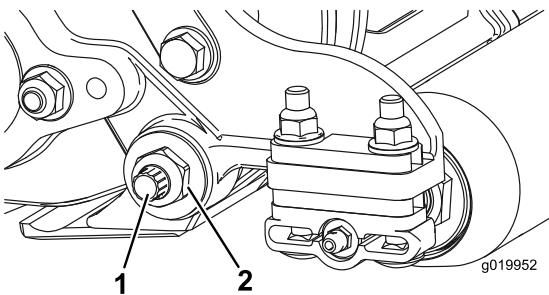
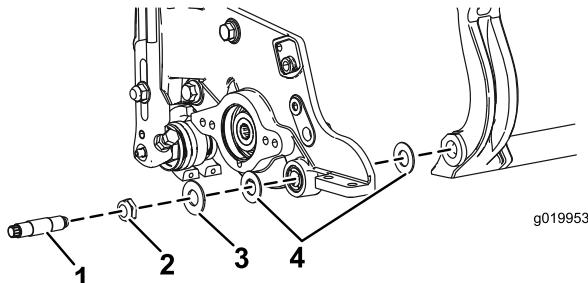
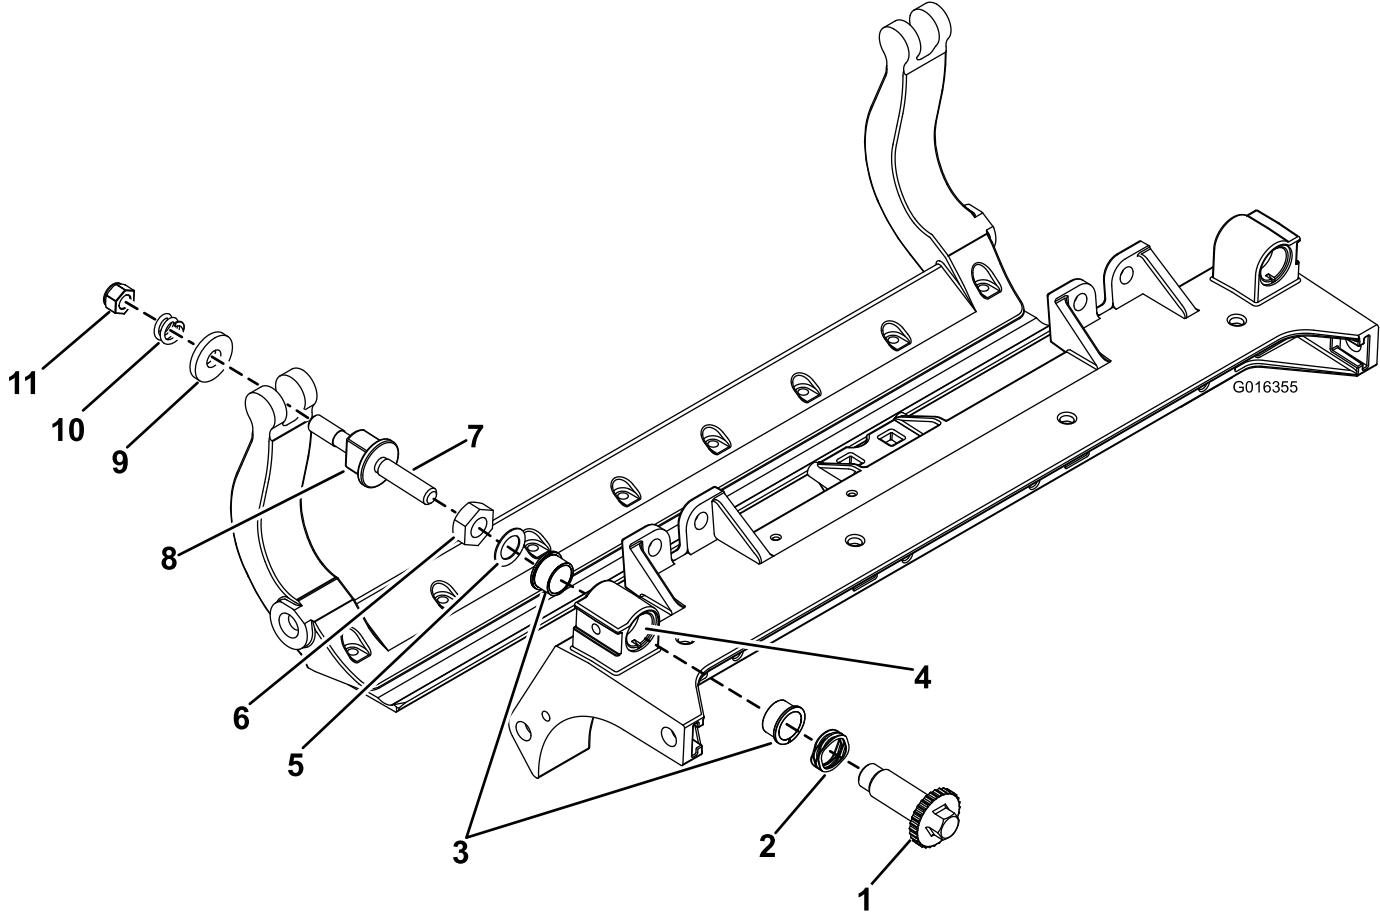

图26
图27
图29
3. 在机器的另一侧，松开固定底刀架螺栓（图26）的锁紧螺母。
4. 拆下两个底刀架螺栓，向下拉动底刀架并从机器螺栓（图26）上拆下来。取下底刀架（图27）各端的 2 个尼龙和 1 个印花钢垫圈。
2. 用底刀架螺栓（螺栓上带有螺母）和 6 个垫圈将底刀架固定在两个侧板上。将尼龙垫圈放在侧板凸起的一侧。将钢垫圈放在每个尼龙垫圈的外侧（图27）。上紧底刀架螺栓扭矩至 37~45Nm。均匀旋紧两端的锁紧螺母，直至用手无法再旋转外部钢垫圈。然后旋松锁紧螺母，直至刚刚可以用手旋动外部钢垫圈，但底刀架不再轴向串动。
1. 拆除所有零件（请参阅 *HD DPA 套件*（型号 120-7230）安装说明和 图29）。
2. 将 Never Seize 涂抹到滚刀组中心机架(图29)的轴套区内侧。
3. 将凸缘轴套上的键与机架的槽对准，然后安装轴套(图29)。
4. 将一个波形垫圈安装到调节器轴上，然后将调节器轴滑入滚刀组机架中的凸缘轴套内(图29)。
5. 使用扁平垫圈和锁紧螺母固定调节器轴（图29）。上紧锁紧螺母扭矩至  $20\sim27\text{Nm}$ 。
9. 用底刀架螺栓（螺栓上带有螺母）和 6 个垫圈将底刀架固定在两个侧板上。将尼龙垫圈放在侧板凸起的一侧。将钢垫圈放在每个尼龙垫圈的外侧（图29）。上紧底刀架螺栓扭矩至  $37\sim45\text{Nm}$ 。均匀旋紧两端的锁紧螺母，直至用手无法再旋转外部钢垫圈。然后旋松锁紧螺母，直至刚刚可以用手旋转外部钢垫圈，但底刀架不再轴向串动（图27）。